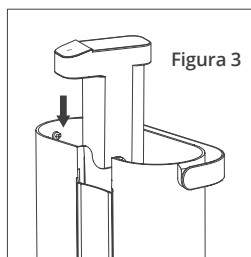

Figura 3
- Reinserire l'unità di pompaggio dell'acqua nel serbatoio dell'acqua. (Figura 3)